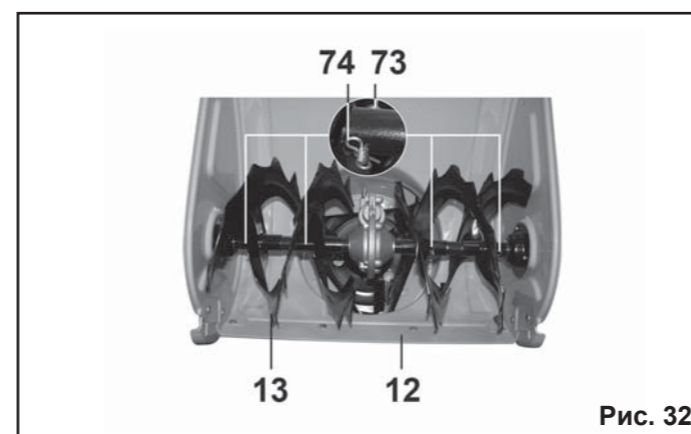

Рис. 32
9.9. Замена срезных штифтов (Рис.32).